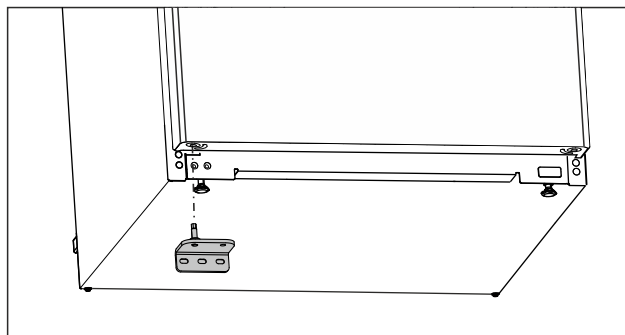

Fig. 23
- ▶ Helyezze be az alsó csapágybakot az ellenkező oldalon. (lásd Fig. 23)